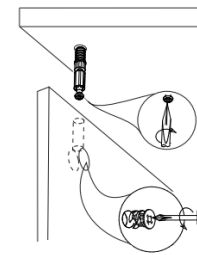

Рис.3
6. В обратную сторону крышки стола поз.1 вкрутить винты стяжки эксцентриковой. По наметке прикрутить крепление для клавиатурной полки. Крышку стола установить на шканты на нижний каркас и зафиксировать конструкцию при помощи эксцентриковой стяжки (Рис.3).